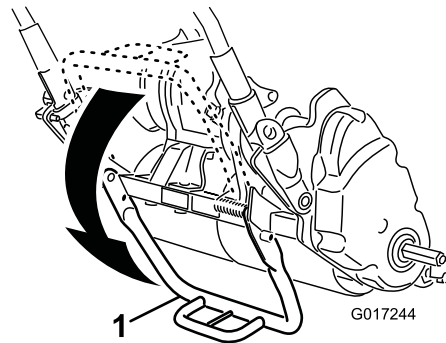

Bild 19
1. Treten Sie den Ständer mit dem Fuß nach unten und ziehen Sie die Holmstütze nach oben, bis sich der Ständer nach vorne über der Mitte gedreht hat (Bild 19).